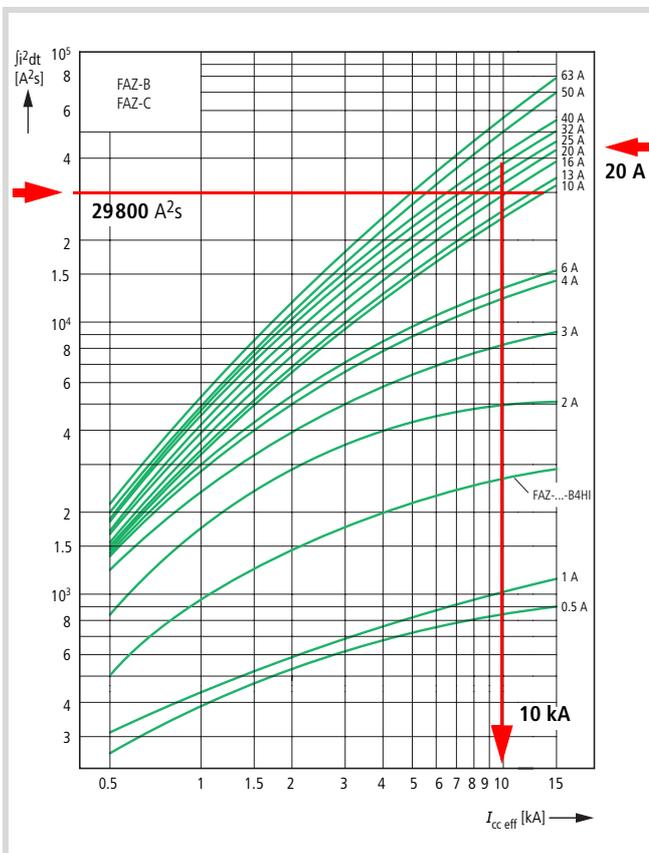

Abbildung 7: Leitungsschutz mit FAZ-3-B20
- An der Einbaustelle darf das Kurzschlussniveau I_{cc} deshalb 10 kA nicht überschreiten (→ Kennlinie in Abbildung 7).